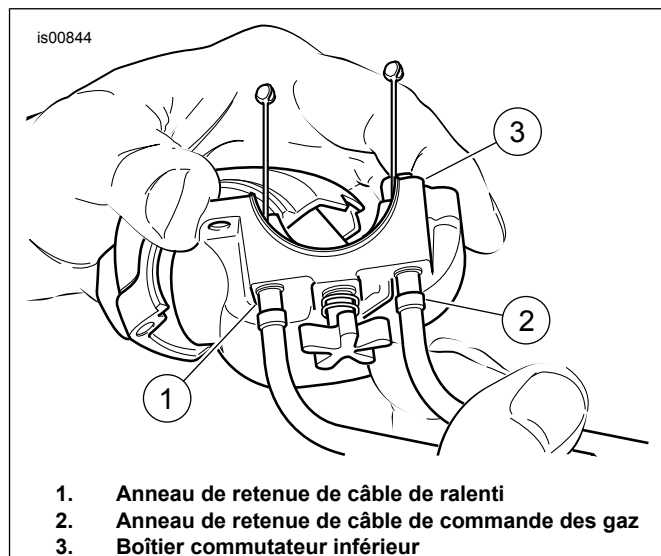

Figure 10. Installer les câbles au boîtier commutateur inférieur
2. Voir Figure 10. Pousser la gaine du câble de commande des gaz et l'anneau de retenue dans le gros trou du boîtier commutateur situé devant la vis de réglage de tension.